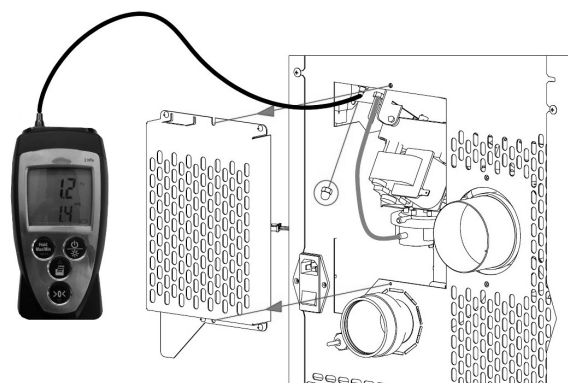

Fig. 26 - Aansluiting digitale drukregelaar
- Sluit een digitale drukregelaar aan met behulp van een slangetje om de onderdruk te meten (zie Fig. 26).